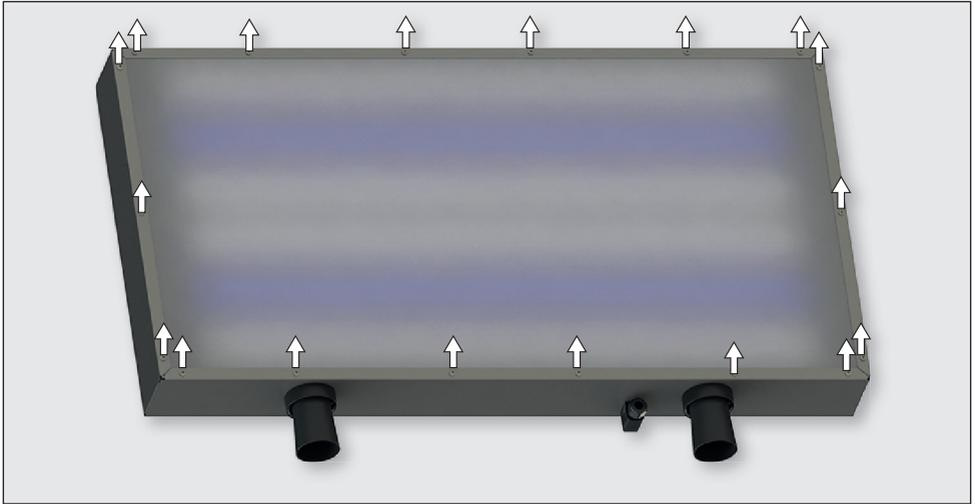

Fig. 34 Colocar o cartucho de luz na parte traseira e remover os parafusos
4. Vire o cartucho de luz e coloque-o cuidadosamente em uma superfície suave para que as lâmpadas fluorescentes fiquem viradas para cima (Fig. 34).